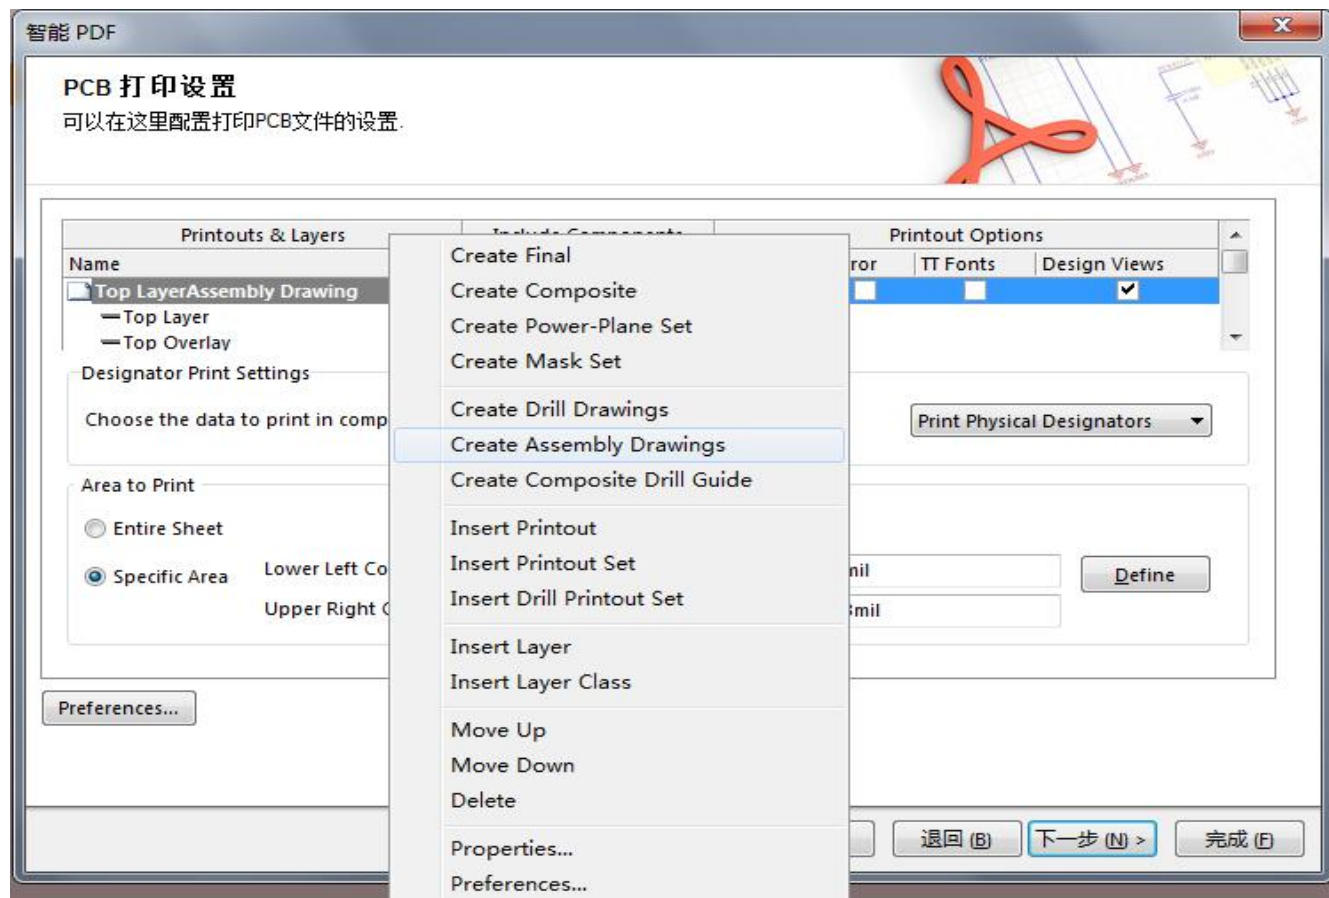

图5-9
1) 装配图的PDF文件输出 (1) 在“PCB打印设置”界面中的输出栏目条上，单击鼠标右键，选择“创建装配图输出”(Create Assembly Drawing)。一般默认创建顶层和底层装配输元素，如图5-9所示。